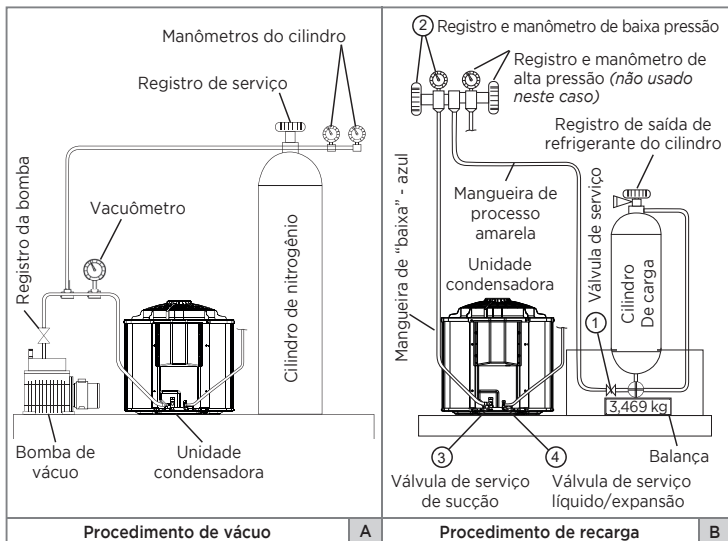

FIG. 48
- Após concluído e aprovado o procedimento de vácuo (subitem 6.7), remova a bomba de vácuo, o vacuômetro e o cilindro de Nitrogênio, representados no diagrama da Fig. 48-A.